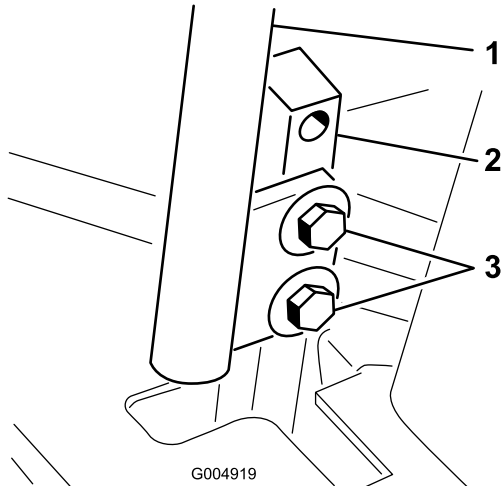

Bild 93
3. Lösen Sie die Schrauben, mit denen die Schaltbügel befestigt sind (Bild 93).